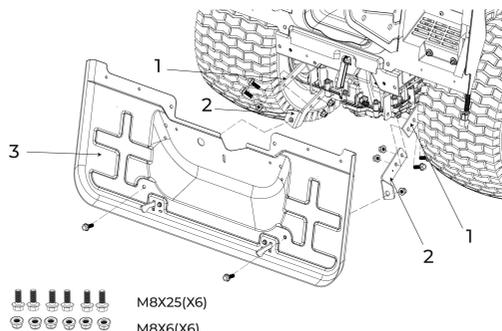

Рис. 7
6.6. Установка компонента I заднего экрана (рис. 7)
- Установите 2 кронштейна (рис. 7, поз 2) на раму (рис. 7, поз 1) с помощью 4 болтов (M8x25) и 4 гайки (M8).
- Установите заднюю панель (рис. 7, поз 3) на кронштейн с помощью 2 болтов (M8x25) и 2 гайки (M8).